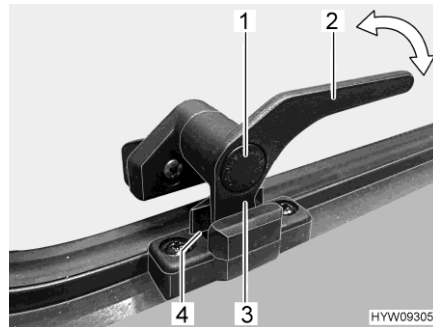

Bild 63 Låsarm (läget "kontinuerlig vädning")
- I läget "kontinuerlig vädning" (Bild 63)
- Tryck på låsknappen (Bild 63,1) och håll den nedtryckt.
- Sväng låsarmen (Bild 63,3) ett kvarts varv mot fönstrets mitt.
- Vrid tillbaka låsarmen. Därvid måste låsarmens låsspak (Bild 63,3) föras in i spåret på fönsterlåsen (Bild 63,4).
- Släpp låsknappen (Bild 63,1).